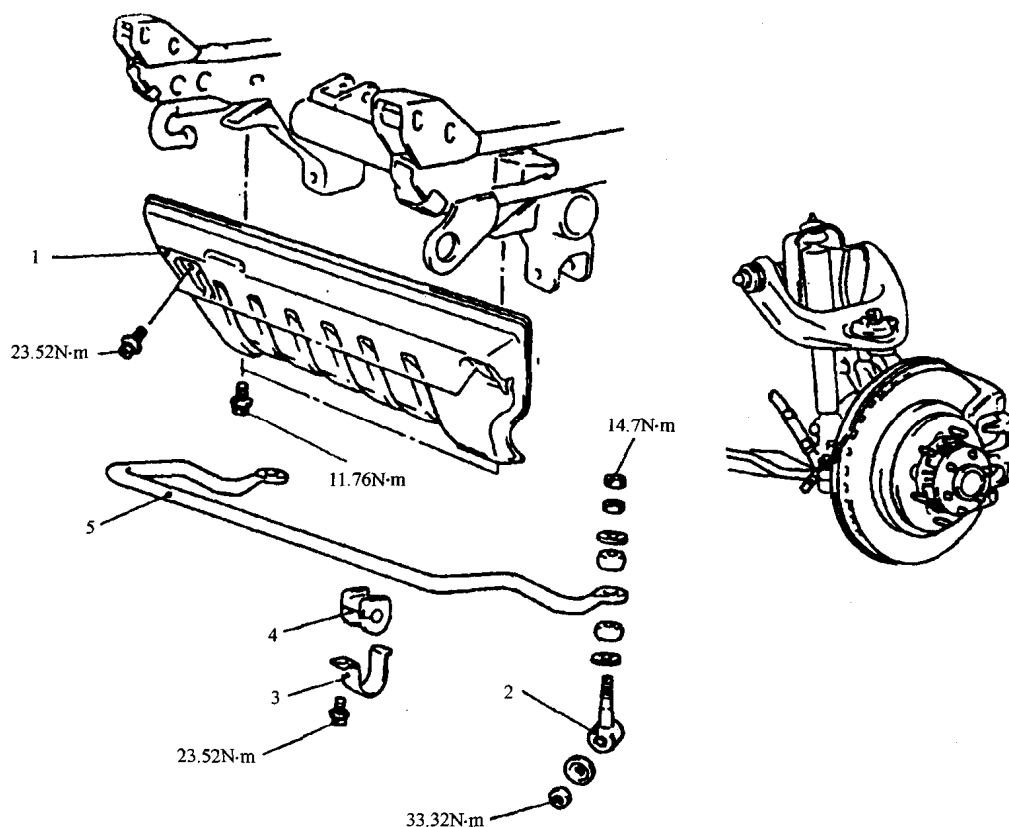

图7-35稳定杆的拆装
(4) 稳定杆的拆装见图7-35。安装时，拧紧调整螺母，使稳定杆连接杆头部伸出螺母4~5mm。